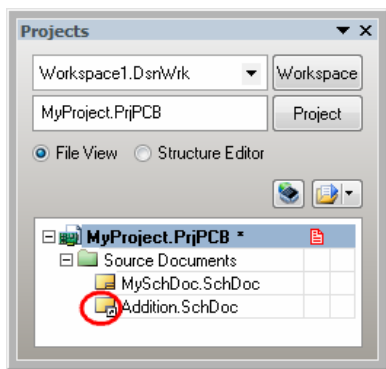
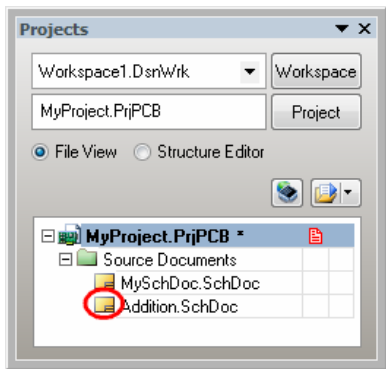

图 2-6 向工程中添加已有设计文档之一
图 2-7 向工程中添加已有设计文档之二
(3) 单击“打开”按钮,即可将该设计文档添加到工程 MyProject.PrjPCB 中。图 2-6 所示为工程面板中显示的该工程包含的文档,不难看出,工程 MyProject.PrjPCB 中包含两个设计文档,分别是 MySchDoc.SchDoc 和 Addition.SchDoc。
如果添加的文档和工程文档不在同一个目录下,该文档左侧的图标会有所不同,如图 2-6 所示。如果想显示为正常图标,可以选中该设计文档,单击鼠标右键,在弹出的菜单中选择 Save As 命令,将该文档存入工程所在目录,此时该图标会恢复常规显示,如图 2-7 所示。